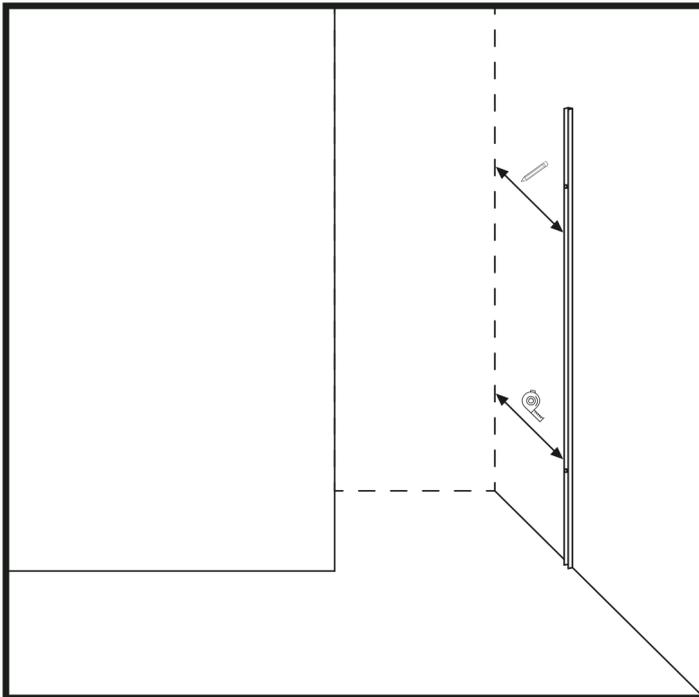

Abbildung 1
1. Messen Sie den Abstand des Scharnierleistenprofils von der parallelen Wand nach Ihrem Wunsch, basierend auf dem Design Ihrer Duschtür und machen Sie Markierungen. (Abbildung 1)